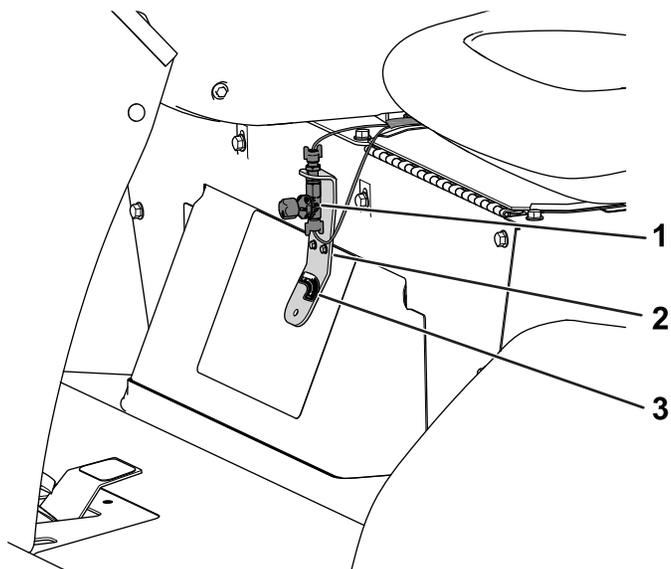
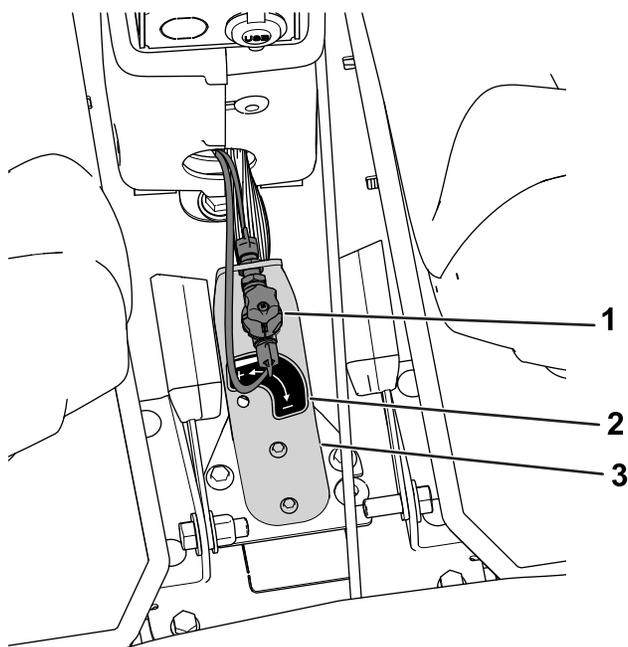

Figura 11
Figura 12
- Applicate l'adesivo come illustrato nella Figura 11 o nella Figura 12.